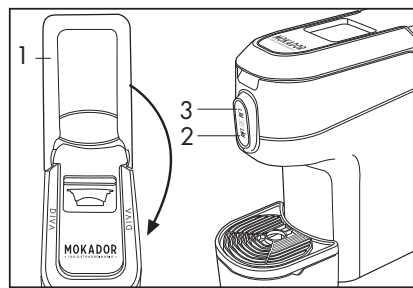

Fig. 8
**Prima di inserire la capsula alzare lentamente e completamente la leva di comando (1) posta sulla parte superiore della macchina allo scopo di espellere la cartuccia esausta. Per una corretta igiene e per mantenere alta la qualità del prodotto è consigliabile espellere la capsula subito dopo l'erogazione.**
- Richiudere completamente la leva (1), premere un simbolo erogazione (2-3) in base ai propri gusti premendolo nuovamente per arrestare l'erogazione quando si è raggiunta la quantità desiderata di caffè o bevanda (Fig. 8).